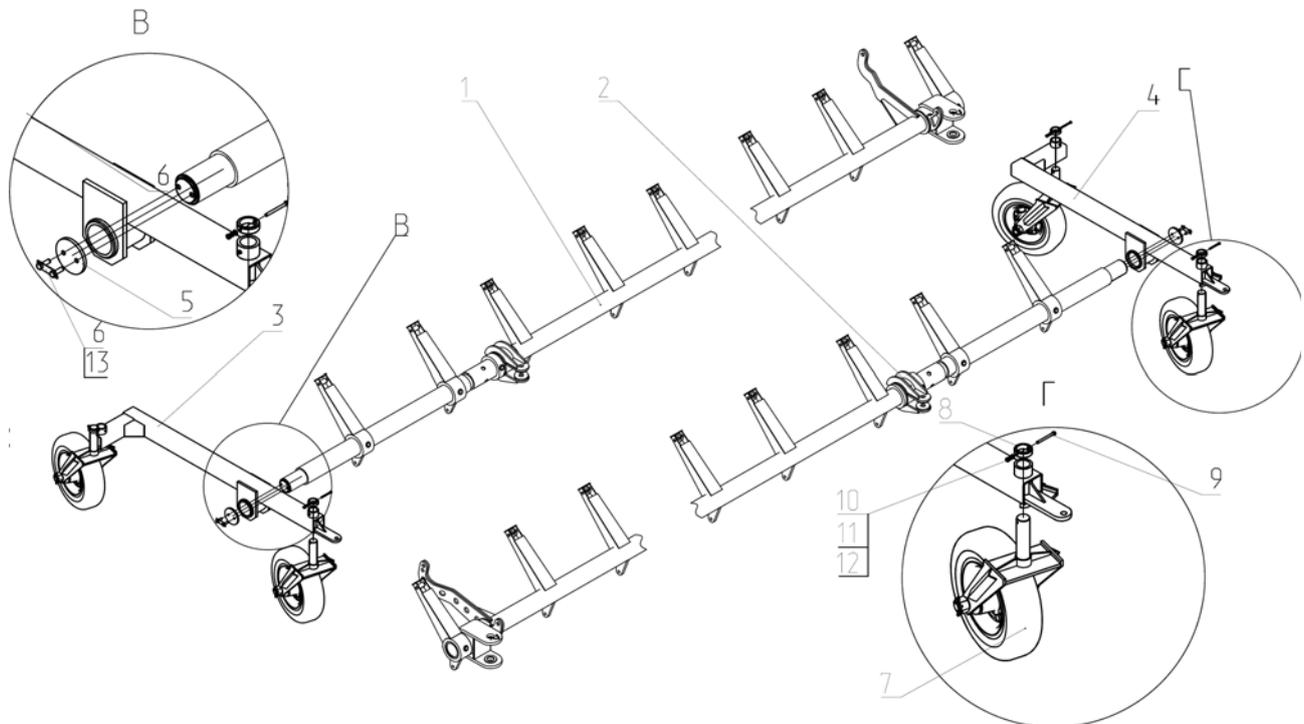

Рис.19 Схема сборки лущильника.
5.5.5. Брус поз. 1 Рис. 19В установить на подложки так, чтобы расстояние от поверхности земли до трубы сницы было не менее 650 мм;
Аналогично собираем траверсу поз. 4 с брусом поз. 2 Рис. 19;
5.5.7. Колесо в сборе с вилкой Рис. 19Г вставить во втулку траверсы и при помощи кольца поз. 8, болта М8х90 поз. 9, шайбы 8.65Г поз. 10, шайбы 8 поз. 11 и гайки поз. 12 закрепить его. Остальные колеса собираются аналогично;